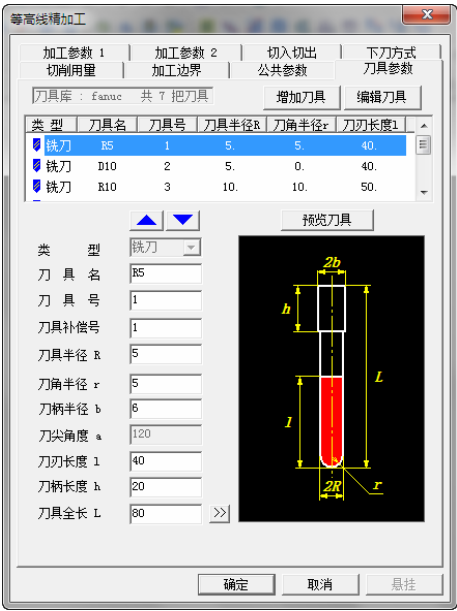

图 8-178 “ 刀具参数 ” 选项卡
8) 单击“刀具参数”选项卡，选择刀具名称为“R5”，“刀具参数”数值如图 8-178 所示。